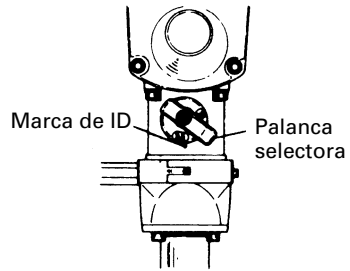

Fig. 6
3. Selección de rotación-martilleo y martilleo (Fig. 6)